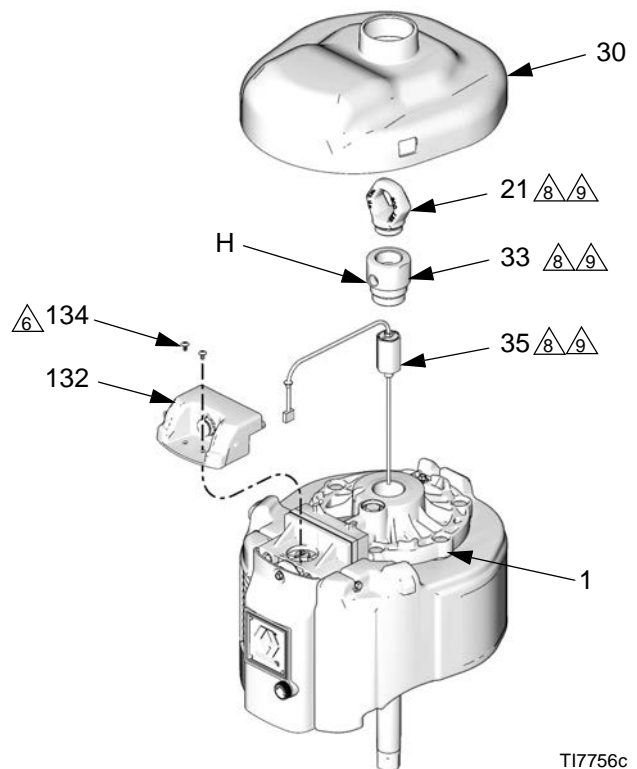

FIG. 16. Remplacez le capteur linéaire
4. Tenez l'adaptateur (33) avec une clé pour l'empêcher de tourner et dévissez l'anneau de levage (21). Consultez la FIG. 16.